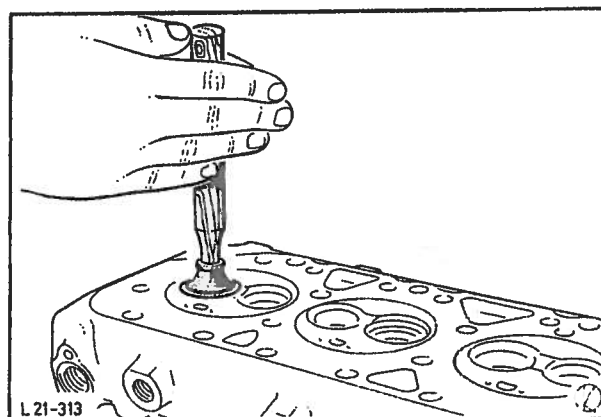

Fig. 133 Sliping av ventil.
4. Fjern olje, kull og andre avleiringer fra ventiler og kanaler i topplokket. Slip deretter ventilene, fig. 133. Fjern slipepasta fra ventiler og topplokk.